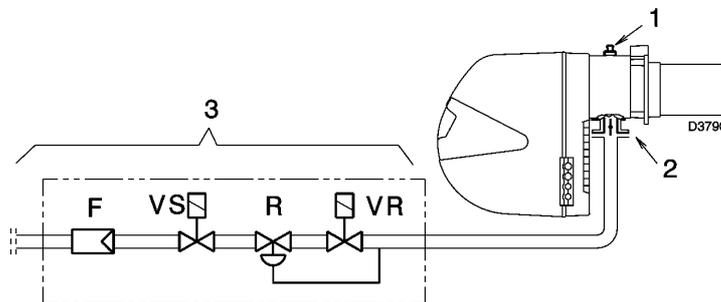

Рис. 38
Давление газа измерено на штуцере для измерения давления газа (1) (рисунок 38), при:
Потеря давления на дроссельной заслонке (2) (рисунок 38) при максимальном открывании 90°.
Потеря давления на газовой рампе (3) (рисунок 38), которая включает в себя регулировочный клапан VR, предохранительный клапан VS (оба открыты максимально), регулятор давления R, фильтр F.
- вычитите из давления газа на штуцере (1) (рисунок 38) давление в камере сгорания;
Если же вы наоборот хотите узнать давление газа, которое должно быть на штуцере замера давления (1) (рисунок 38), при условии что вы зафиксировали максимальную мощность, с которой должна работать горелка, действуйте следующим образом:
- справа, в колонке 1, прочтите давление на штуцере отвода давления (1) (рисунок 38)